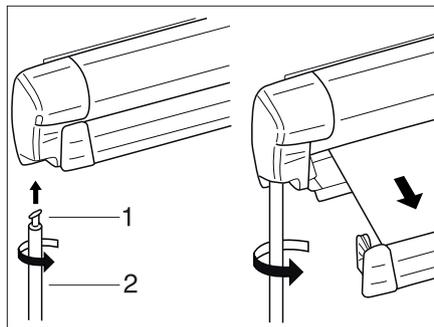

Fig. 11 Tenda
- ▶ Agganciare il gancio (Fig. 11,1) della manovella (Fig. 11,2) nell'occhiello dell'ingranaggio e ruotare di 90°.